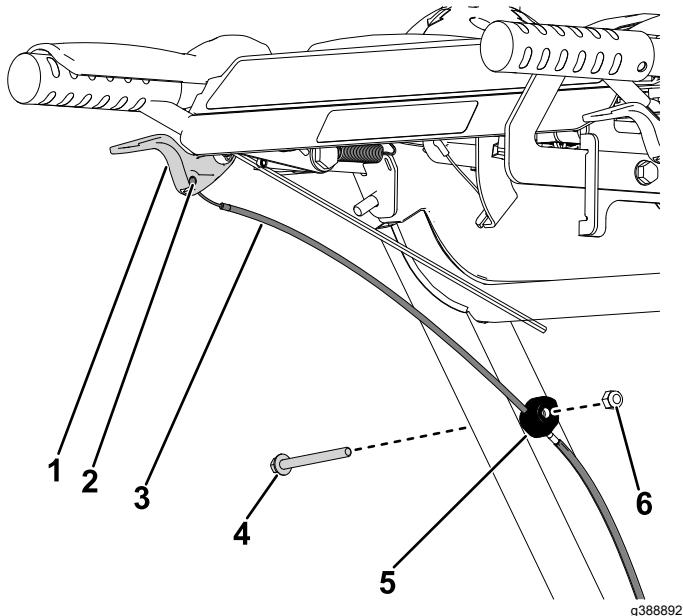

Figura 25
- Desde el lado izquierdo de la máquina, enganche el cable del embrague a la palanca del embrague (Figura 25). Repita lo mismo en el lado derecho.
- Desde el lado izquierdo de la máquina, instale la abrazadera al tubo del manillar inferior y fíjela con el perno ($\frac{1}{4}$ " x $2\frac{3}{4}$ ") y la tuerca ($\frac{1}{4}$) (Figura 25). Repita lo mismo en el lado derecho.